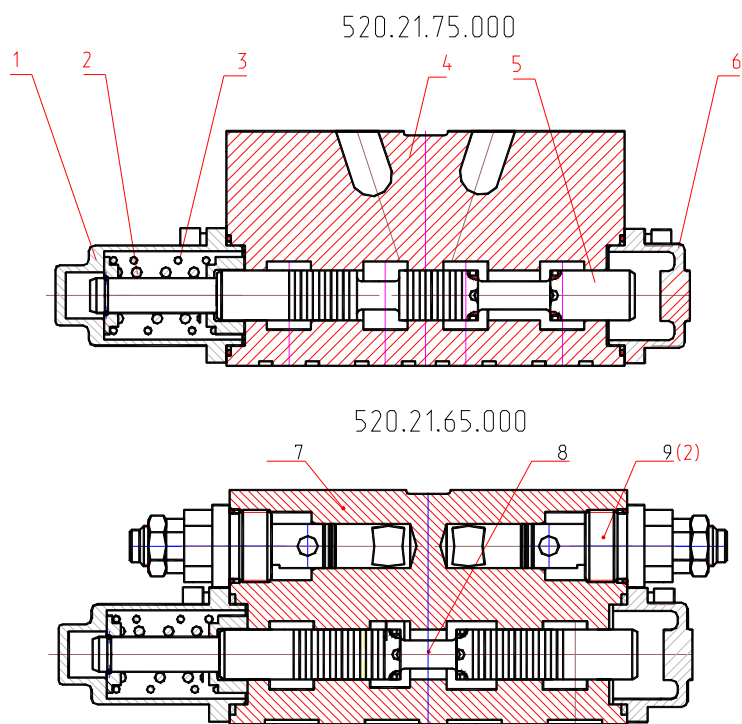

Рис.38 Напорно-сливные секции гидрораспределителя
Напорно-сливные секции (рис. 38) предназначены для подвода рабочей жидкости от 2-х регулируемых насосов насосной установки к напорным каналам в плите.
Каждая из напорно-сливных секций состоит из корпусов 4 (7) (рис. 38), двухпозиционного золотника 5 (8), регулировочной 2 и возвратной 3 пружин и двух крышек 1 и 6. В отверстие одной крышки подводится давление управления, а другая соединена со сливом. В корпус одной из напорно-сливных секций установлены предохранительные клапаны 9 непрямого действия, предназначенные для ограничения давления в насосе от исполнительных механизмов.